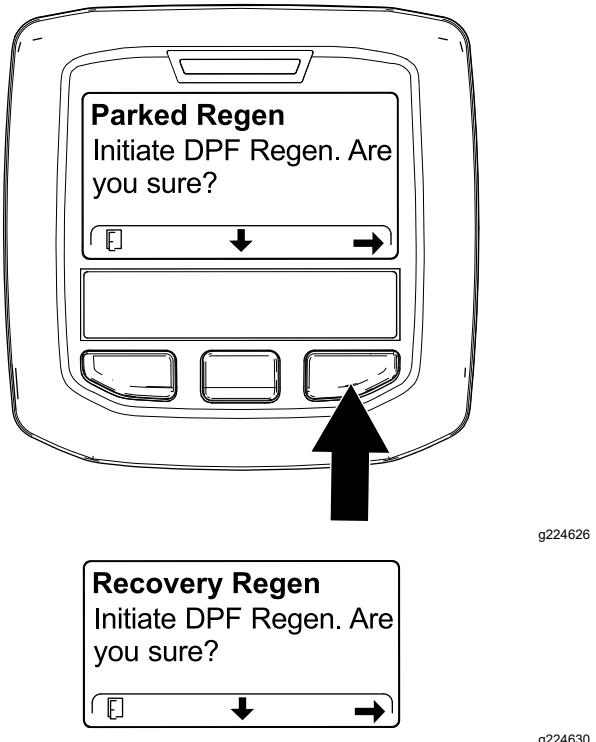

Figure 57
4. Sur l'écran INITIATE DPF REGEN (lancer la régén. du FAP), appuyez sur le bouton droit pour continuer (Figure 57).